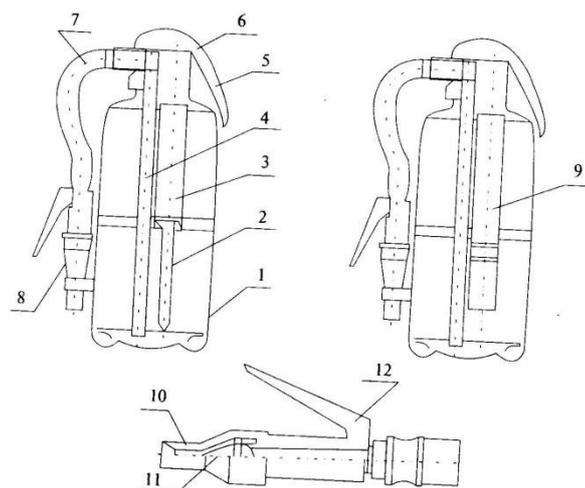

Рис. 2. Огнетушитель порошковый ОП-5.
Порошковый огнетушитель ОП-5 (рис. 2) состоит из корпуса (1), наполненного огнетушащим порошком. На горловине корпуса посредством накидной гайки закреплена головка (6) с бойком. На головку установлены: источник газа - ИХГ поз. 3 (или газогенератор ГГУ поз. 9), сифонная трубка (4), рукоятка запуска (5). Огнетушитель оснащен гибким рукавом (7), пистолетом-распылителем (8), который состоит из ручки (12) с подвижным подпружиненным штуцером, рассекателя (11) и сопла (10).